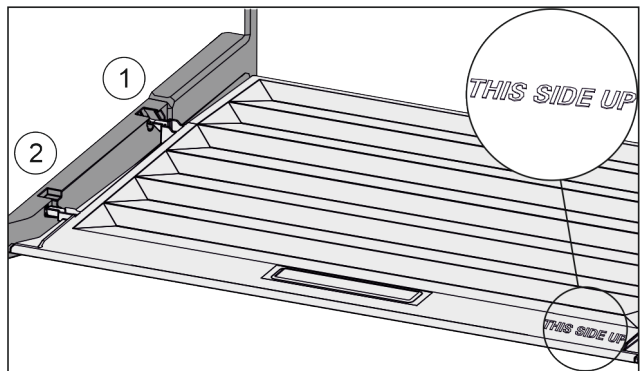

Fig. 136
- ▶ Deckelstege über Öffnung der hinteren Halterung Fig. 136 (1) einführen und vorne in Halterung Fig. 136 (2) einrasten.